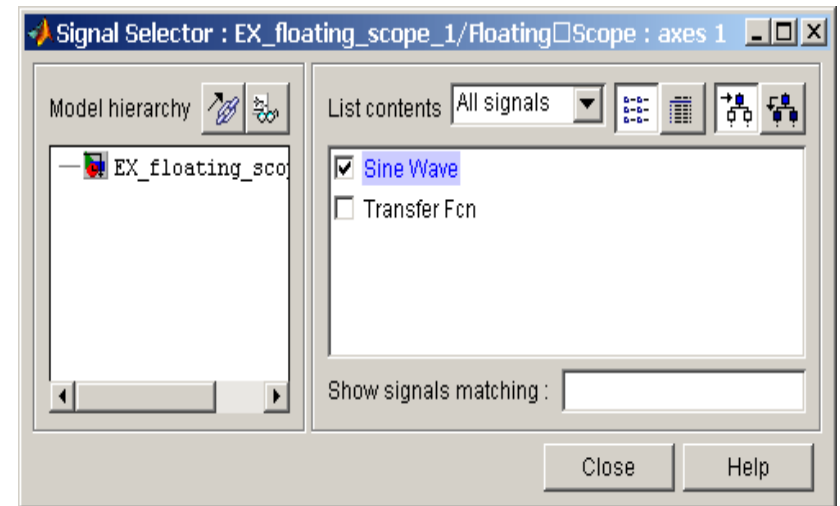

Рисунок 9.2.11. Окно диалога **Signal Selector**
2. С помощью инструмента  открыть окно диалога **Signal Selector** (рисунок 9.2.11).